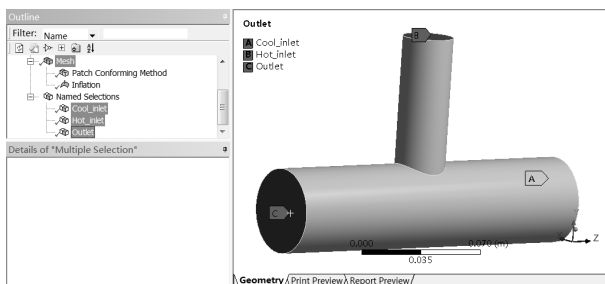

图 3-70 截面命名
Step23：对另外两个截面做同样设置，设置完成后如图 3-70 所示。